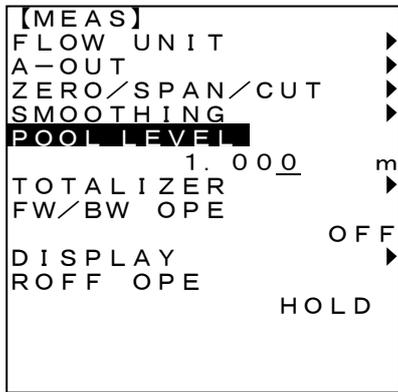
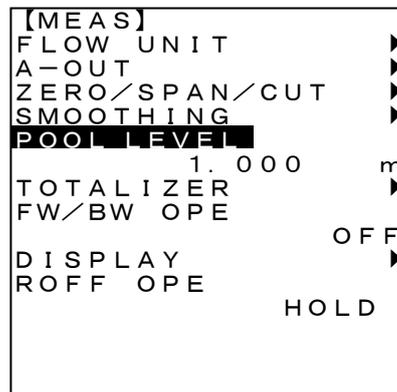

図4-7-9
図4-7-10
2. <0>~<9>、<. /START>、<- /STOP>キーで値を入力し<ENT>キーで入力値を決定します。(図4-7-9、図4-7-10)